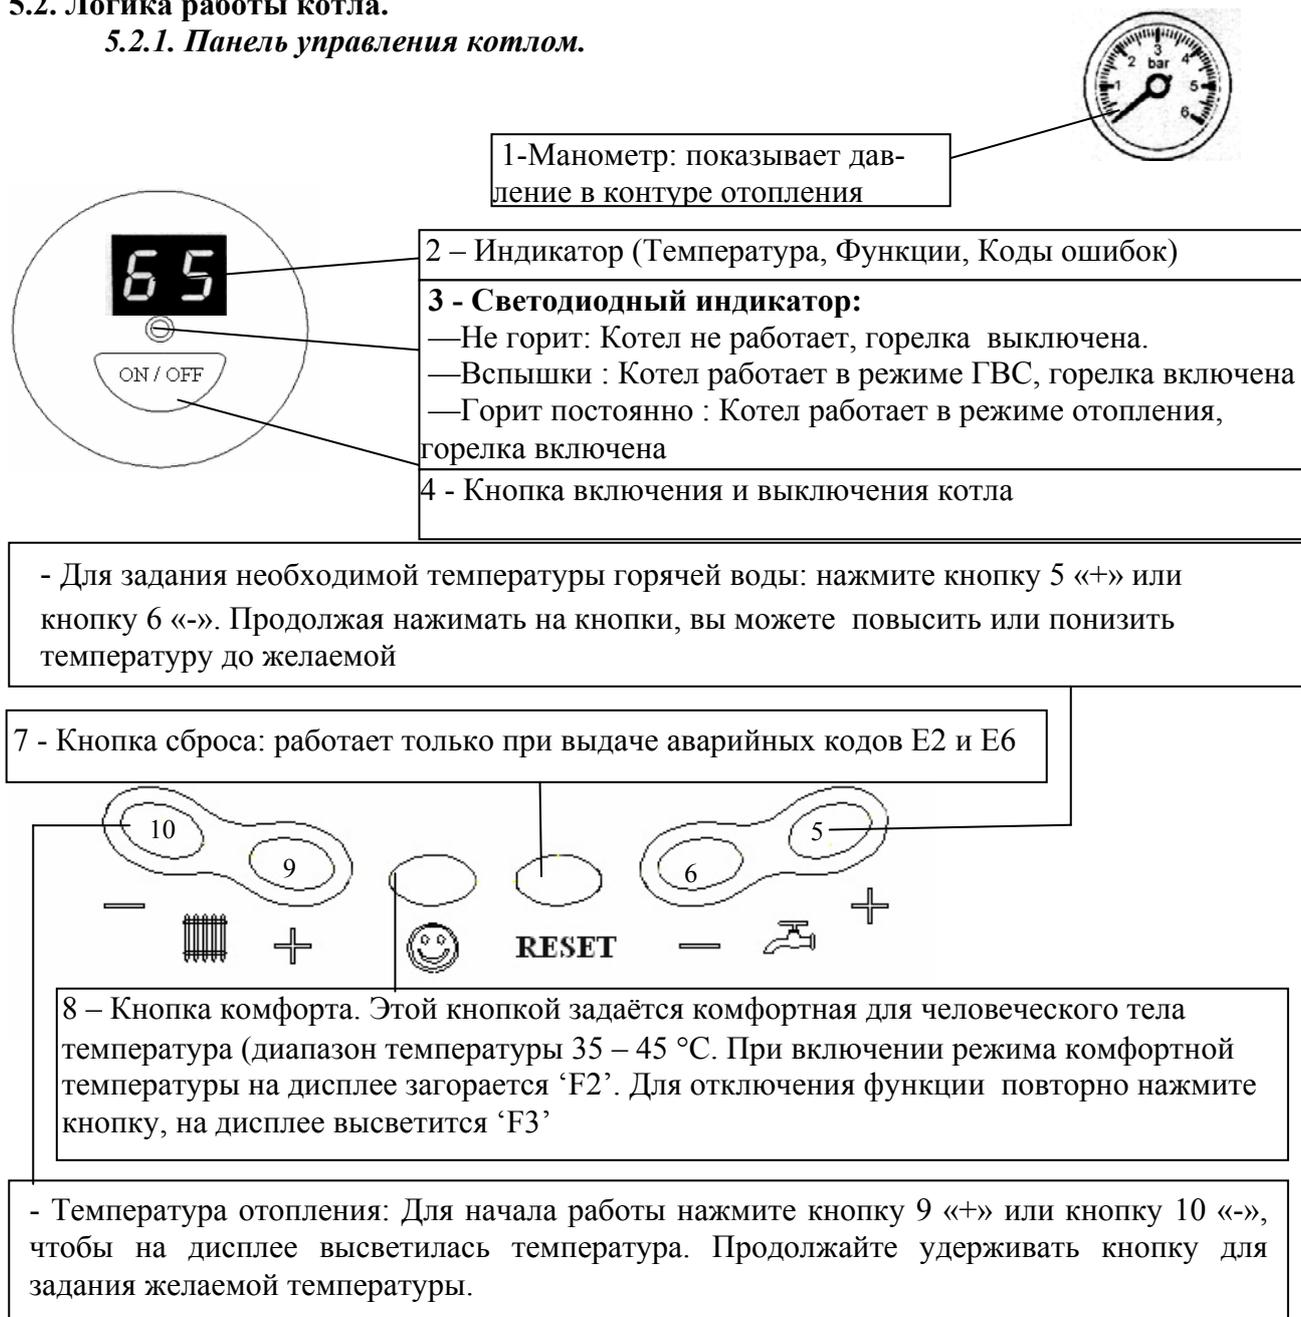

Рис.5 Панель управления котлом
При нажатии на кнопку 4 (рис.5) управляющий контроллер начинает выполнять предпусковые операции в следующем порядке:
Контроллер получает значение текущей температуры теплоносителя от датчика температуры контура отопления 20. Значение температуры отображается на индикаторе 2 (см. рис.5);
Контроллер осравнивает сигнал датчика температуры контура отопления 20 со значением, заданным пользователем при помощи кнопок 9 и 10 (см. рис.5). При разности указанных температур более 2 °С контроллер меняет напряжение на модуляторе, чтобы обеспечить модуляцию пламени и изменение мощности котла в соответствии с потребностью контура отопления.
В случае пуска в режиме ГВС при нажатии на кнопку 4 (см. рис.5) управляющий контроллер начинает выполнять предпусковые операции в следующем порядке:
Контроллер получает сигнал о наличии протока в линии ГВС от датчика протока ГВС 11 (см. рис.4), представляющий собой поплавков со встроенным магнитом и магнитоуправляемый контакт (геркон). Под действием потока воды поплавков вместе с магнитом перемещается и контакты геркона замыкаются, при этом на корпусе датчика загорается красный светодиод. Контроллер, получив сигнал от датчика протока 11, отключает питание насоса 17 и циркуляция в контуре отопления прекращается. Теплосъем в коаксиальном теплообменнике осуществляется проходящей по внутренней трубе водой линии ГВС (приоритет ГВС). Индикатор 3 (см. рис.5) начинает мигать, сигнализируя о работе котла в режиме ГВС;
Далее работа котла происходит аналогично работе в режиме отопления, за исключением того, что при выходе контура ГВС на заданный пользователем температурный режим, контроллер сравнивает сигнал датчика температуры контура ГВС 6 (см. рис.4), со значением температуры, заданным пользователем при помощи кнопок 5 и 6 (см. рис.5). Защиту теплообменника от перегрева в этом режиме осуществляет датчик 10.
6.2.1. Откройте газовый кран перед котлом, проверьте, открыты ли краны на прямой и обратной линиях отопления, включите котел, нажав кнопку 4 (см. рис.5). Котел начнет работу в режиме отопления (индикатор 3 горит постоянно).
6.2.2. Кнопками 9 «+» или 10 «-» регулятора температуры задайте желаемую температуру отопления в диапазоне температур 30-80 °С. Диапазон температур для режима «теплый пол» 30-55 °С (см. рис.5) (переключение в этот режим осуществляется перестановкой переключателя S2 на плате контроллера в положение 1-2, см. приложение 4).
Кнопкой 10 (см. рис. 5) установите минимальную температуру отопления и продолжайте удерживать ее до тех пор, пока на индикаторе 2 не загорится код E5.
Поднимайте температуру в контуре отопления кнопкой 9 (см. рис. 5), пока E5 не исчезнет с дисплея. Котел перейдет в зимний режим «Отопление/ГВС».